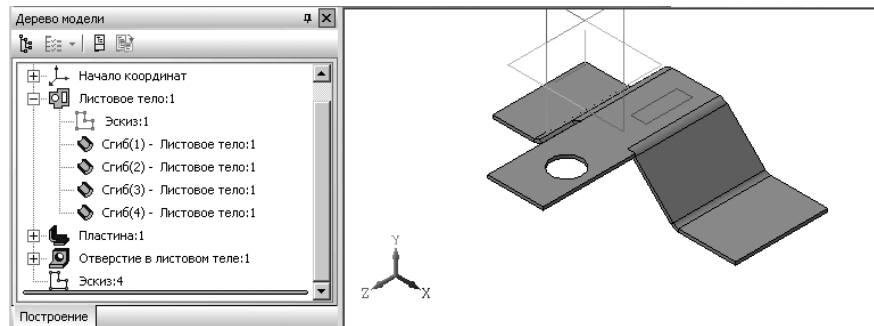

Рис. 7.59. Результат построения эскиза выреза на верхней грани листовой детали
- щелкните на панели инструментов **Вид** по кнопке **Эскиз** для перехода в режим создания детали. Это состояние системы показано на рис. 7.59;